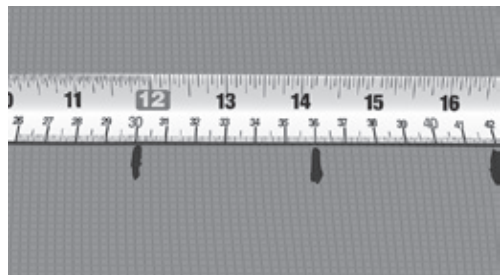

Bild 5. Markera C-C-avståndet på golvet
8. Markera det beräknade C-C-avståndet på golvytan (bild 5).